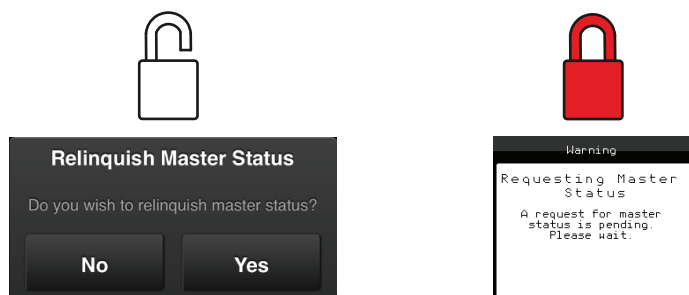

Figure 10.7
- 3 Na hlavním terminálu potvrďte, že si přejete uvolnit kontrolu ve prospěch jiného terminálu (příklad na "Figure 10.7" ukazuje požadavek z VT na převzetí kontroly z iPadu).